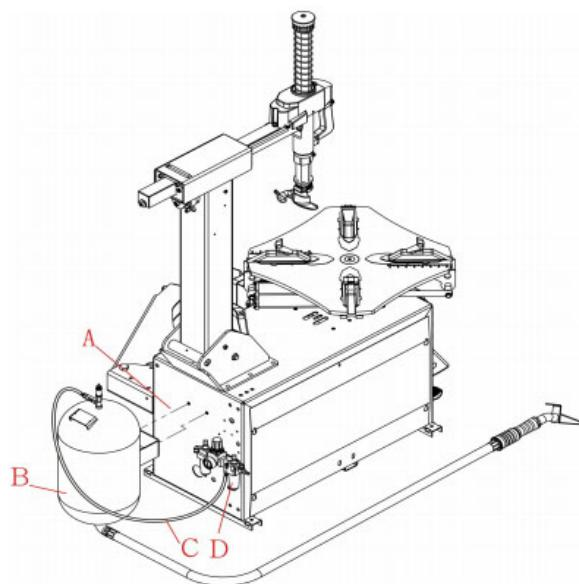

Abb.2
1. Installation: Wie in Abb.2 dargestellt, befestigen Sie den Tank B mit zwei Schrauben M10\*25 A am
2. Rahmen, wie in Abb.2 gezeigt. Luftanschluss: Wie in Abb.2 dargestellt, verbinden Sie den Schlauch C mit D (dem mittleren Anschluss), die andere Seite des Schlauches wird mit dem Rückschlagventil verbunden.